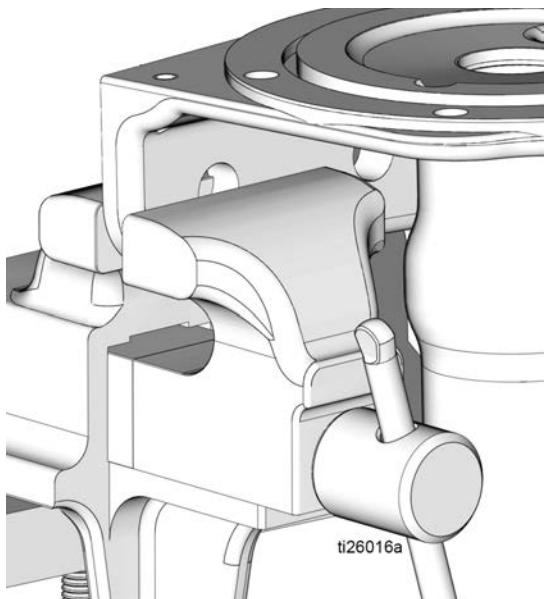

图 28
1. 使用干净的布向下擦拭泵底座 (1)，除去任何脏污或污染物。检查表面有无擦伤或损坏。若泵底座损坏，更换泵。
2. 根据需要，将泵底座 (1) 重新放置在老虎钳中，如 图 28 所示。